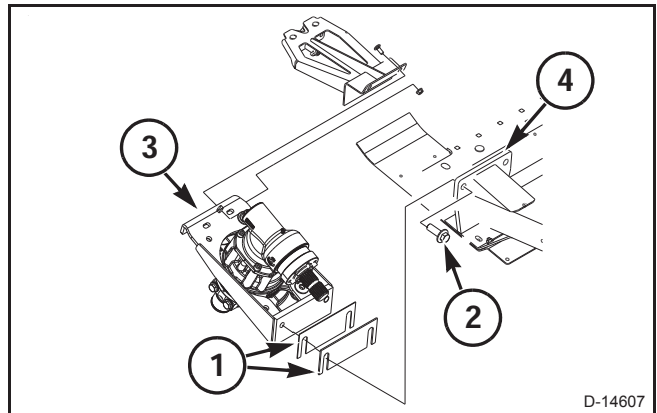

FIG. 44
FIG. 44: Para instalar los calces (1), afloje los cuatro tornillos de fijación (2) e instale los calces entre la transmisión (3) y los cojines de la transmisión (4), según sea necesario. Apriete los tornillos con un torque de 145 Nm (105 lbf/pies).